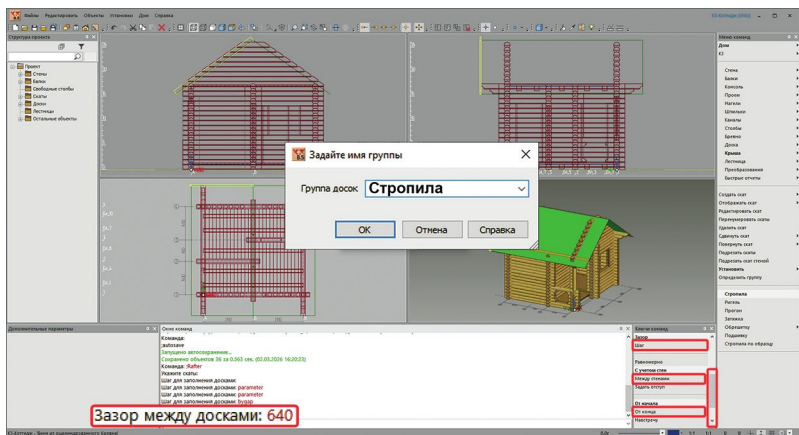

рис. 72
2. Теперь в контекстном меню сделайте активными элементы **Зазор**, **С учетом стен**, **От начала** и **Одна доска** (см. рис. 72, стр. 32).